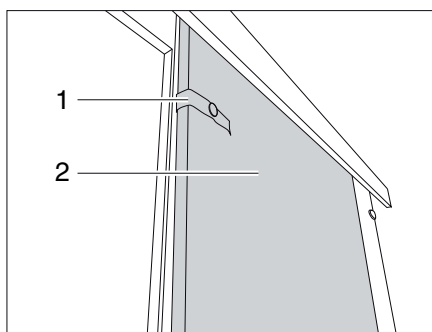

Fig. 238 Porta scorrevole
- Staccare il nastro di sicurezza (Fig. 238,1).
- Tirare la porta scorrevole (Fig. 238,2) in posizione chiusa.
- Portare la porta scorrevole (Fig. 238,2) in posizione aperta.
- Fissare la porta scorrevole con il nastro di sicurezza (Fig. 238,1).